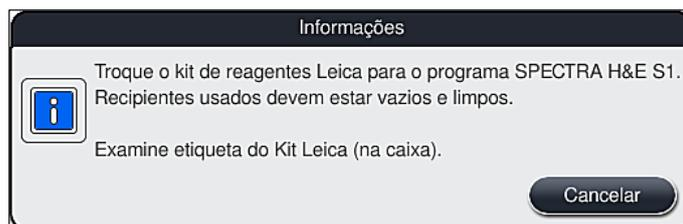

Fig. 56
1. Quando solicitado pela mensagem de informações (→ "Fig. 56") na tela, segure a etiqueta da embalagem de papelão em frente ao sensor RFID na frente do aparelho (→ "Fig. 57-1") para que ela seja lida.
- A varredura no kit de reagente Leica somente pode ser cancelada usando o botão **Cancelar** na mensagem de informações exibida em (→ "Fig. 56") e antes de iniciar a leitura do rótulo da embalagem, sem que o kit de reagente Leica expire.